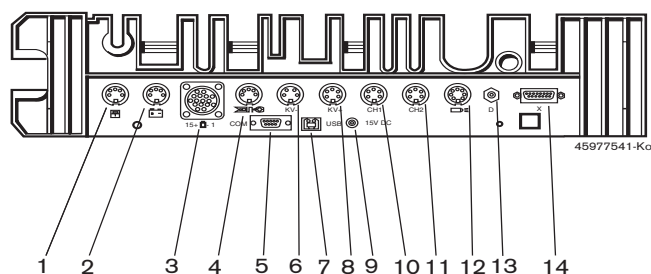

Fig. 3: blocco connettori dell'unità di misurazione (dal basso)
2. Collegare i sensori agli appositi connettori dell'unità di misurazione (vedere la fig. 3).